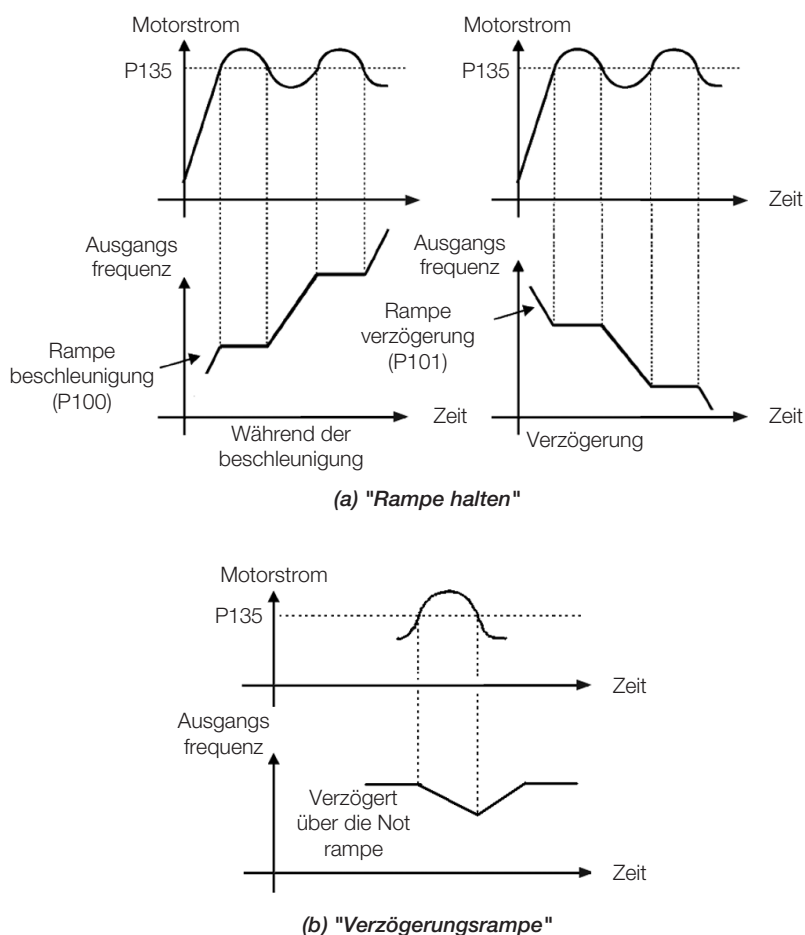

Abbildung 11.5: (a) und (b) Einschaltmodi der Strombegrenzungen über P135
- Wirkweise: wenn der Motorstrom den in P135 gesetzten Wert bei der Beschleunigung oder Verzögerung übersteigt, wird die Frequenz nicht erhöht (Beschleunigung) oder verringert (Verzögerung). Wenn der Motorstrom einen Wert unter P135 erreicht, beschleunigt bzw. verzögert der Motor wieder. Siehe Abbildung 11.5 auf Seite 11-6.
- Wirkweise: wenn der Motorstrom den in P135 gesetzten Wert übersteigt, wird für den Frequenzeingang der Rampe ein Nullwert erzwungen, der den Motor in eine Verzögerung zwingt. Wenn der Motorstrom einen Wert unter P135 erreicht, beschleunigt der Motor wieder. Siehe Abbildung 11.5 auf Seite 11-6.
Der Wert der Stromstärke, bei dem die Strombegrenzung für die Modi Rampe halten und Rampe verzögern aktiviert wird, ist in Abbildung 11.5 auf Seite 11-6 (a) und (b), dargestellt. Um die Strombegrenzung zu entfernen, müssen Sie Parameter $P135 > 1.9 \times I_{nom}$ setzen.